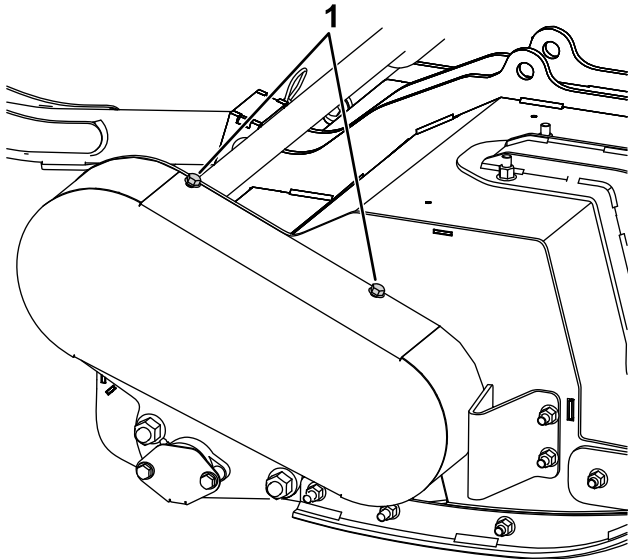

Figura 26
2. Afloje los 4 pernos cautivos que sujetan las secciones superior e inferior de la cubierta de la correa a la máquina (Figura 26).
9. Coloque la cubierta de la correa (Figura 26).
2. Retire la cubierta de la correa (Figura 26).